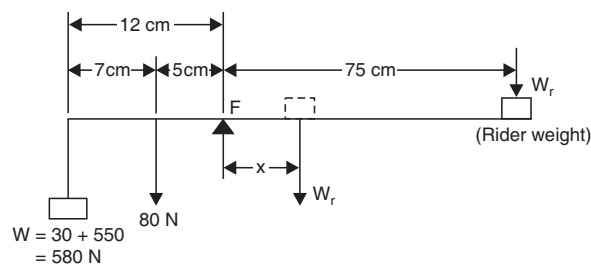

Fig. 3.29
**Sol.** Refer to Fig. 3.29. (Art 3.10.3)